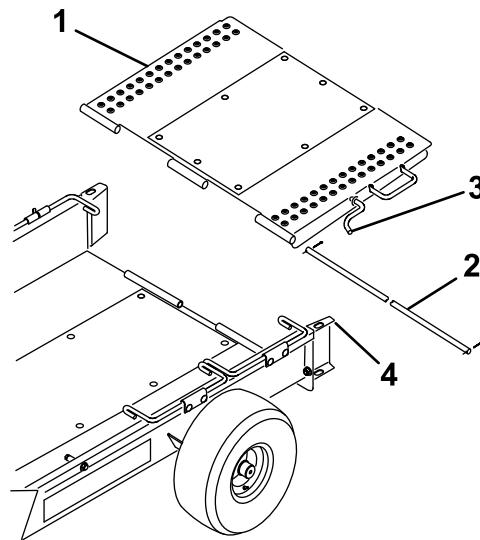

Рисунок 4
5. Прикрепите рампу прицепа к задней части платформы прицепа с помощью оси петли и 2 шплинтов (Рисунок 4).
6. Поверните рампу вверх и зацепите защелку рампы за отверстие вверху колесоотбойника (Рисунок 4).
8. Поверните рампу вверх и зацепите защелку рампы за отверстие вверху колесоотбойника (Рисунок 4).